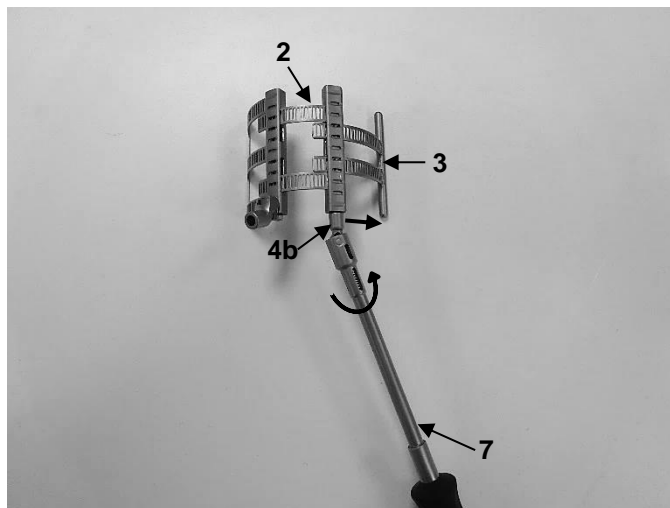

Fig. 20
1. Per prima cosa, rimuovere l'elemento secondario (3) dall'elemento primario (2) utilizzando il cacciavite adatto (7). A tale scopo, ruotare in senso orario il meccanismo di trasporto sul modulo a scatola dell'elemento primario (4b) con il cacciavite (7) fino a rimuoverla (Fig. 20).